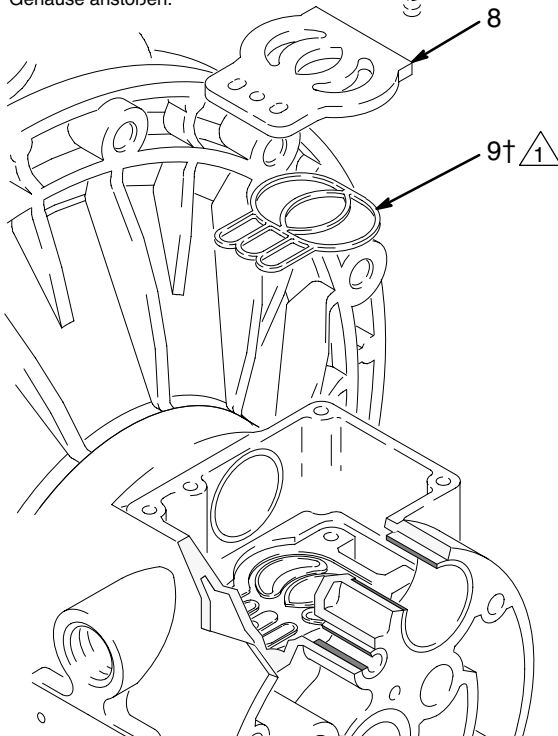

Abb. 10
5. Die Ventilplatte (8) im eingebauten Zustand inspizieren. Ist sie schadhaft, mit einem Torx-Schraubenzieher (T20) oder einem 7-mm-Steckschlüssel die drei Schrauben (3) ausdrehen. Die Ventilplatte (8) und — an Modellen mit Mittelgehäuse aus Aluminium — die Dichtung (9) ausbauen. Siehe Abb. 10.
2. An Modellen mit Mittelgehäuse aus Aluminium die Dichtung der Ventilplatte (9†) in die Nut unten im Ventilhohlraum einlegen. Die gerundete Seite der Dichtung **muss nach unten** in die Nut weisen. Siehe Abb. 10.
3. Die Ventilplatte (8) in die Kammer einbauen. An Modellen mit Mittelgehäuse aus Aluminium ist die Platte umkehrbar, so dass jede Seite nach oben zeigen kann. Die drei Schrauben (3) mit einem Torx-Schraubenzieher (T20) oder einem 7-mm-Steckschlüssel eindrehen. Festziehen, bis die Schrauben am Gehäuse anstoßen. Siehe Abb. 10.